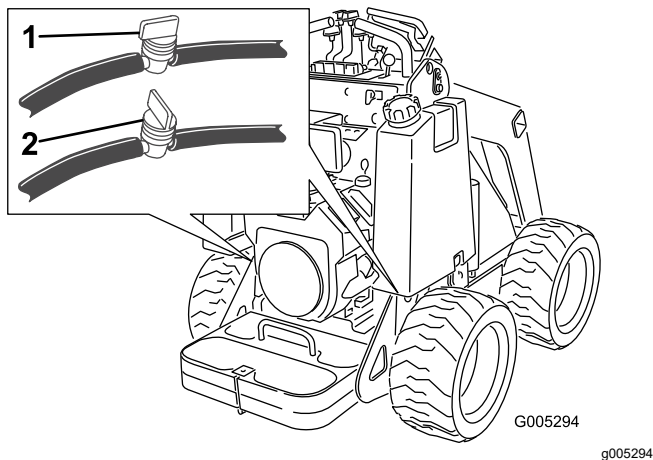

Figura 30
3. Chiudete la valvola del carburante, in fondo a ogni serbatoio del carburante (Figura 30).
- Chiudete la valvola di intercettazione nel flessibile accanto alla base dei serbatoi del carburante come mostrato nella Figura 30.
- Aprite la valvola (o le valvole) di intercettazione nel flessibile (o nei flessibili) accanto alla base del serbatoio (o dei serbatoi) del carburante, come illustrato nella Figura 30.